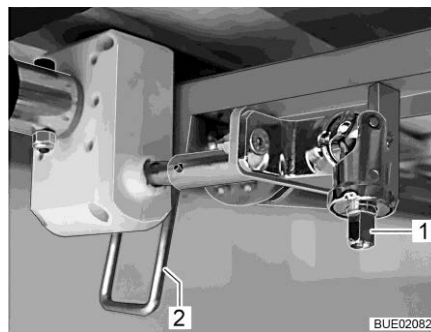

Fig. 137 Ajuste de la altura
- Encajar la manivela en la espiga (Fig. 137,1).
- Girar la palanca (Fig. 137,2) hacia abajo, a la posición vertical.
- Girar la palanca (Fig. 137,2) hacia arriba, a la posición horizontal.